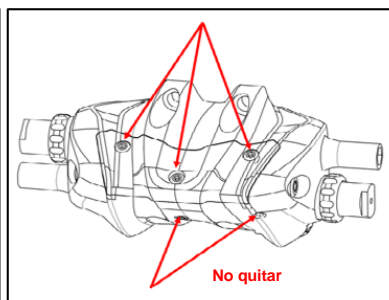

Figura K-2 No quitar los tornillos
- No quite los tornillos de la tapa hidráulica ubicada en la sección del cilindro marcada con círculos, ya que la extracción del tornillo puede provocar malos funcionamientos impredecibles. (**Figura K-2**)